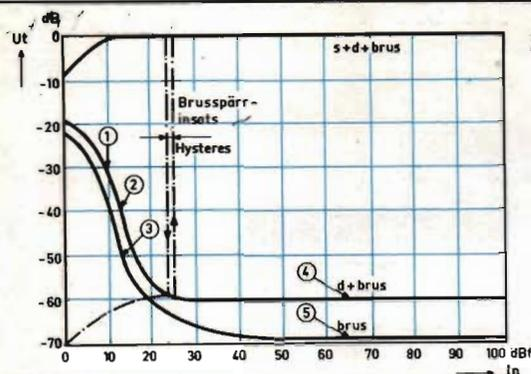

Fig 3. Känslighetskurvor vid mono.
fig 3 och 4.
Känslighet, brus och distorsion + brus redovisas lämpligen i ett sk öppningsdiagram, se fig 3. Här kan man utläsa (1) känsligheten vid 30 dBf (en) den gamla normen), (2) 50 dB "quieting sensitivity" (skall vara 46 dB för europeiska förhållanden), (3) distorsion vid 50 dB "quieting", (4) THD vid 65 dBf och (5) S/N vid 65 dBf.